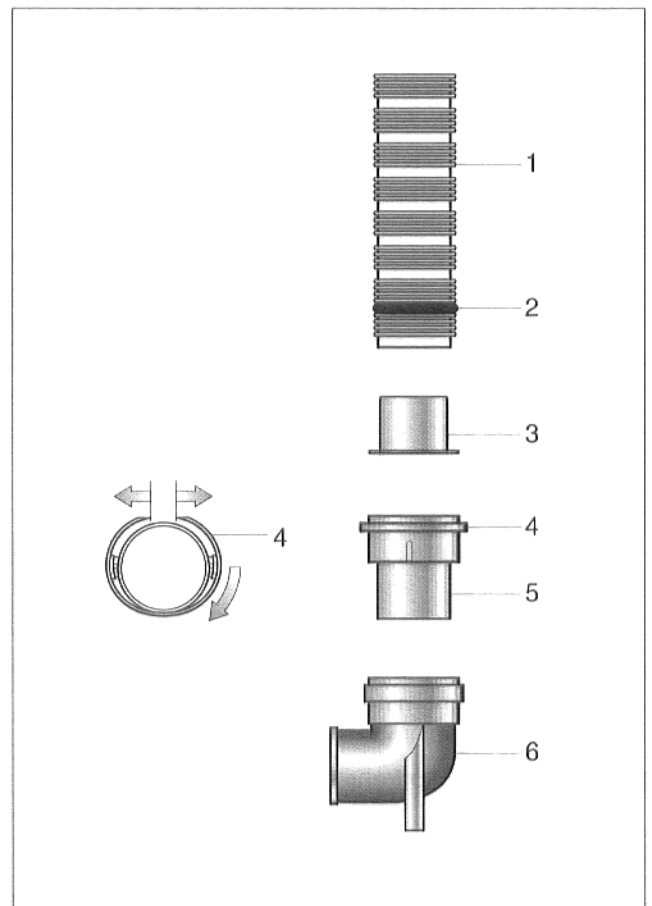

Abb. 14 Montage gerades Anschlußstück
- ÜB-Flex-Kunststoffrohr (Abb. 14, Pos. 1) rechtwinklig im glatten Rohrabschnitt abschneiden.
- Abstützring (Abb. 14, Pos. 3) in das ÜB-Flex-Kunststoffrohr einschieben.
- Silikondichtring (Abb. 14, Pos. 2) auf das ÜB-Flex-Kunststoffrohr schieben und im ersten glatten Rohrabschnitt fixieren. Darauf achten, daß die Dichtungslippen nach außen zeigen.
- Anschlußstück (Abb. 14, Pos. 5) auf das ÜB-Flex-Kunststoffrohr aufschieben. Dabei Bajonettring (Abb. 14, Pos. 4) aufspreizen und in einen glatten Rohrabschnitt einrasten lassen.
- Stützbogen (Abb. 14, Pos. 6) aufstecken.